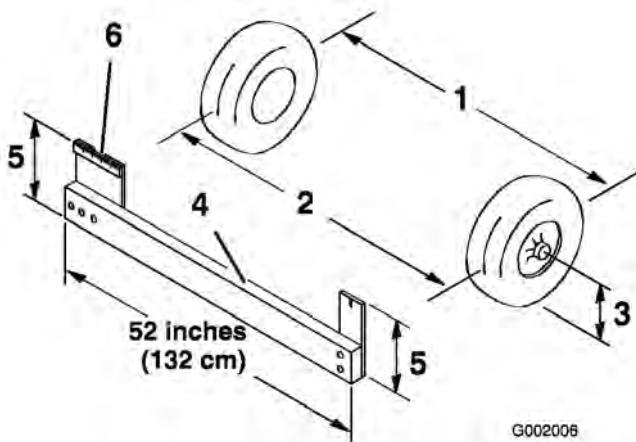

Figura 57
4. Misurate la distanza tra i pneumatici anteriori all'altezza dell'assale, davanti e dietro le ruote (Figura 57). Per rilevare la misura posteriore dei pneumatici anteriori all'altezza dell'assale occorre un attrezzo o un calibro di allineamento; usate lo stesso attrezzo, o calibro di allineamento, per rilevare con precisione la misura anteriore dei pneumatici anteriori all'altezza dell'assale (Figura 57).